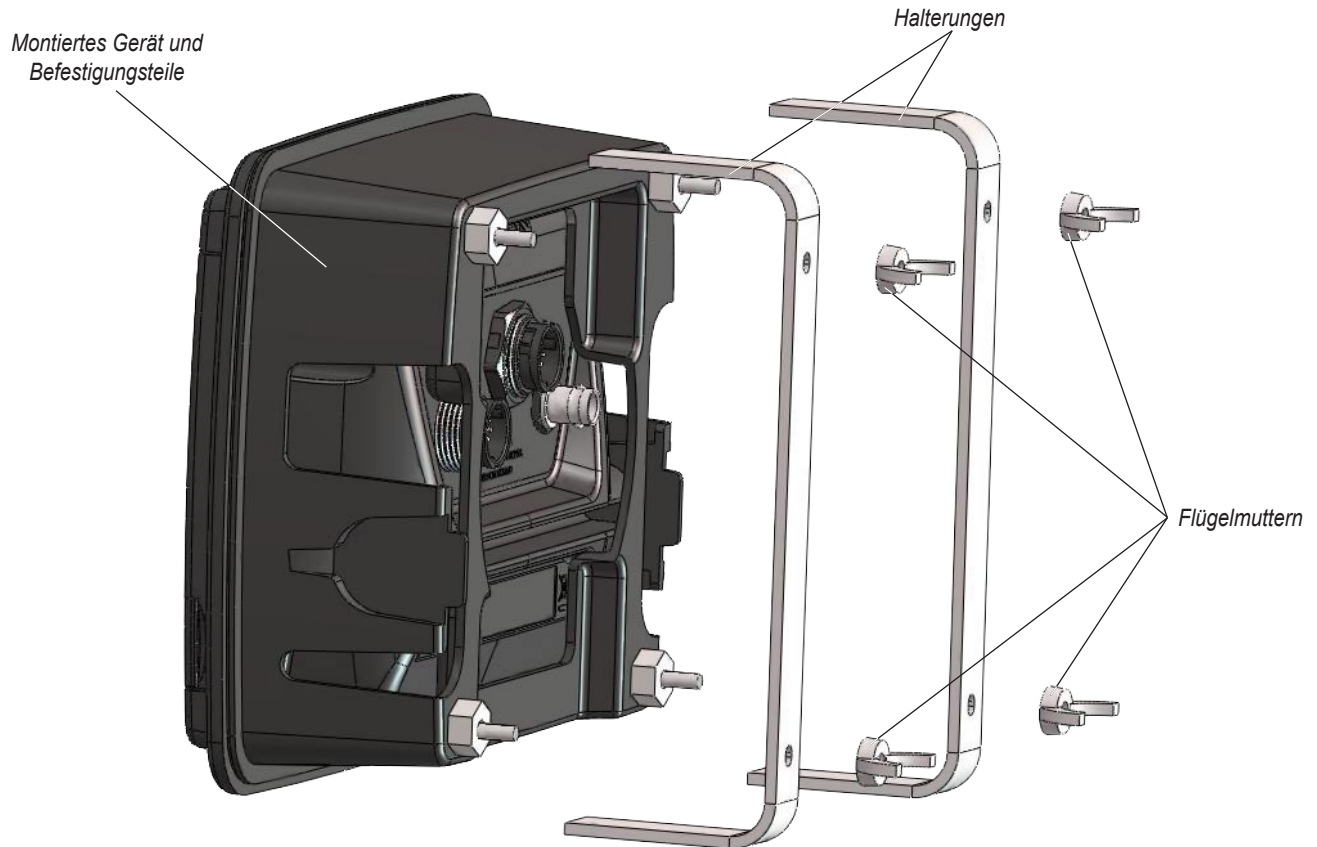

Abbildung 2
3. Montieren Sie das Gerät in der Öffnung (siehe Abbildung 2):